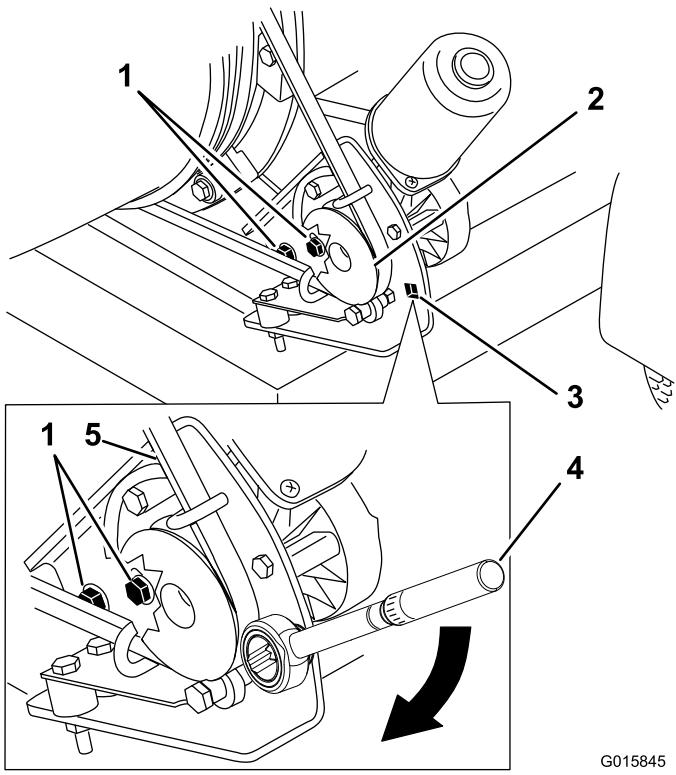

Bild 28
1. Lockern Sie die Schrauben, mit denen die Befestigungshalterung der Riemscheibe am Bläserrahmen befestigt ist (Bild 28).
2. Platzieren Sie einen Drehmomentschlüssel in der Riemscheibenbefestigungshalterung (Bild 28).
3. Drehen Sie die Riemscheibenbefestigungshalterung von der Düse weg, bis der Drehmomentschlüssel 22,6-26,0 Nm anzeigt (Bild 28).